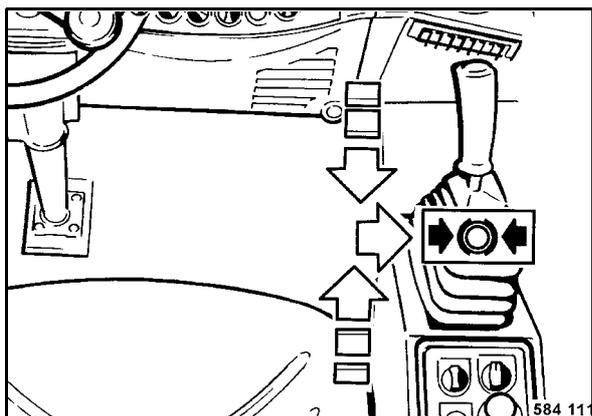

Рис. 61
- Медленно отвести рычаг движения (Рис. 61) в нейтральное положение, а затем зафиксировать его вправо в тормозном положении.